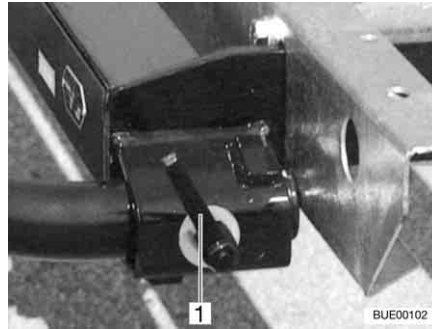

Bild 3 Snabblås
- Sätt i hållaren till vänster och höger i fästena i ramen och säkra med ett snabblås (Bild 3,1).
- Lås upp snabblåset (Bild 3,1) och ta av hållaren ur fästena i ramen.